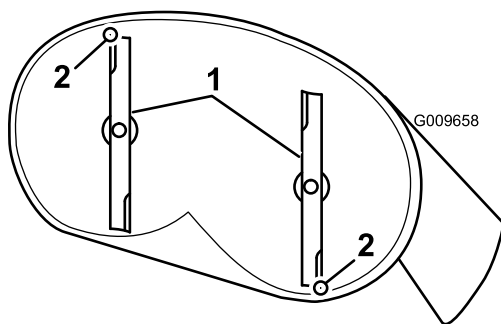

Figura 51
- Girate con cautela le lame in modo che siano disposte longitudinalmente (Figura 51).
5. Misurate il valore dalla punta della lama anteriore e dalla punta della lama posteriore alla superficie piana (Figura 51). Se la punta della lama anteriore non è inferiore alla punta della lama posteriore di 1,6–7,9 mm, regolate il dado di bloccaggio anteriore.
più bassa di 1,6–7,9 mm rispetto a quella posteriore (Figura 51).